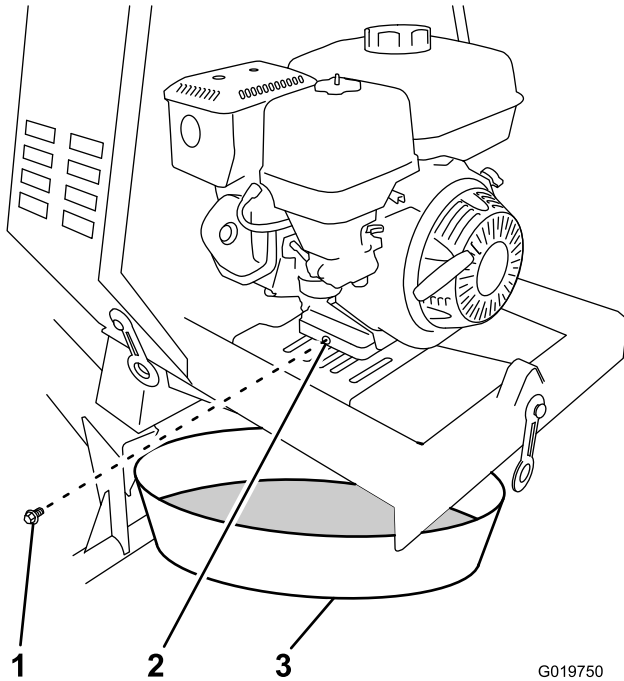

Figura 46
3. Coloque un recipiente debajo del orificio de vaciado de aceite del motor (Figura 46).
4. Retire el tapón de vaciado y deje fluir el aceite al recipiente (Figura 46).
5. Cuando se haya drenado completamente el aceite, coloque el tapón de vaciado con una arandela nueva (Figura 46).